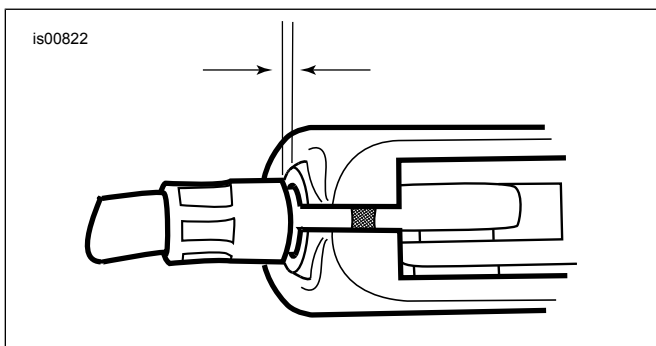

Figure 3. Jeu du câble d'embrayage, 1/16 à 1/8 po (1,6-3,2 mm)
9. Voir Figure 3 . Maintenir le régleur avec une clé de 1/2 po et utiliser une clé de 9/16 po pour serrer l'écrou de blocage contre le régleur de câble. Recouvrir le régleur de câble avec la gaine en caoutchouc.